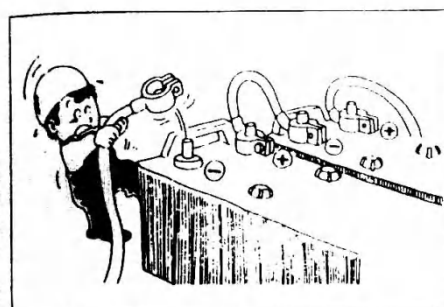

图 3-32
- 当修理电器系统前，要把蓄电池的负(一)极卸下，以防止电流流动。（图 3-32）